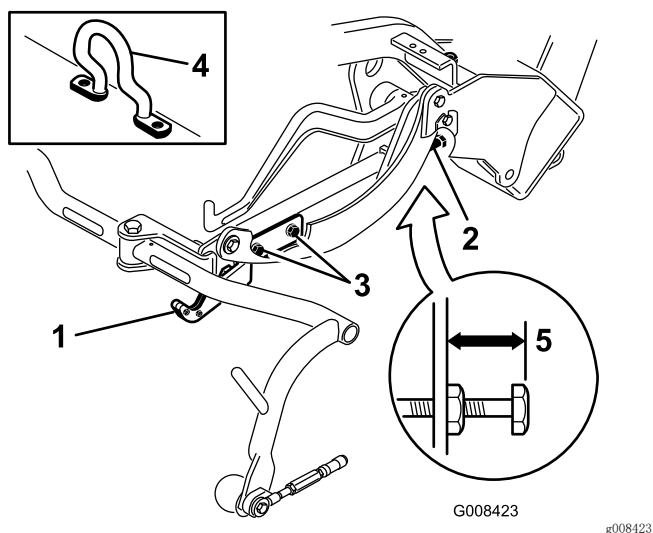
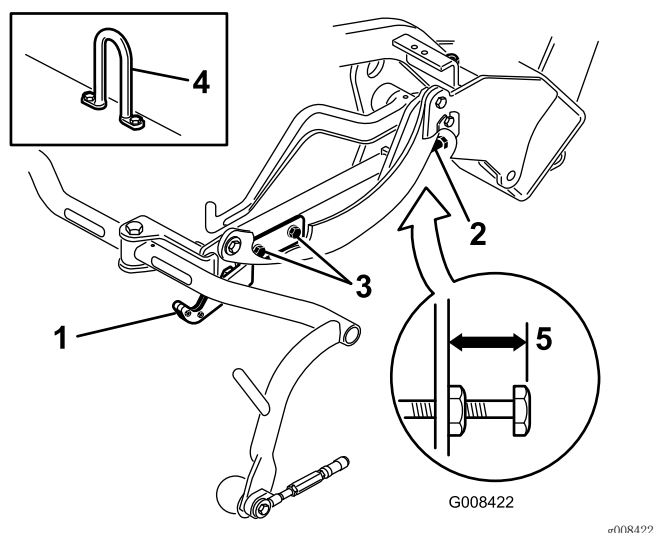
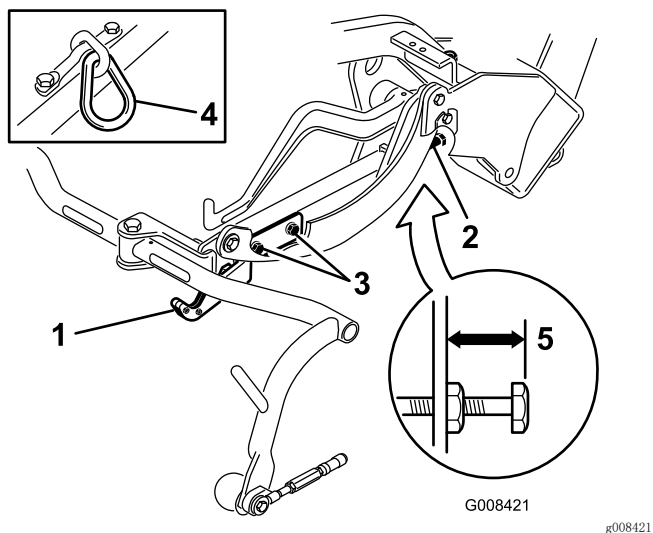

图 10
图 12
图 11
检查行驶高度（图 11 和图 12），必要时进行调节。
2. 在配备偏置吊钩的滚刀组（图 10 插页）上，确认从承载架调节螺丝的顶部到承载架背面的距离是否为 25 mm。如果距离不是 25 mm，请转至步骤 4。
3. 在配备链节或垂直吊钩的滚刀组（图 11 和图 12 插图）上，确认从承载架调节螺丝的顶部到承载架背面的距离是否为 22 mm。如果距离不是 22 mm，请转至步骤 4。如果滚刀组配备了偏置提升杆（图 10），请转至下一步。
4. 拧松行走板安装螺丝（图 11、图 12 和图 10）。
7. 如果承载架高度不同，请拧松承载架调节螺丝上的锁紧螺母（图 10、图 11 和图 12）。向外旋转螺丝可升起，向内旋转可放低。达到适当高度后，拧紧锁紧螺母。